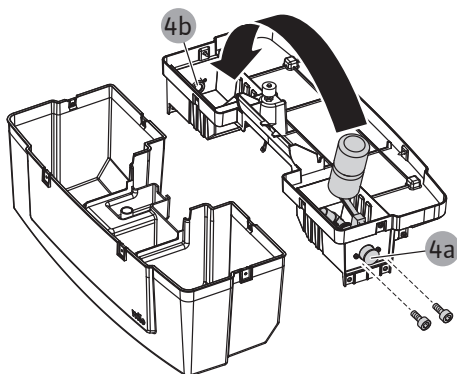

Fig. 17: Należy zdjąć osłonę zbiornika wody uzupełniającej i odkręcić śruby do mocowania zaworu uzupełnienia
6. Usunąć śruby z uchwytu zaworu uzupełnienia (Fig. 17).